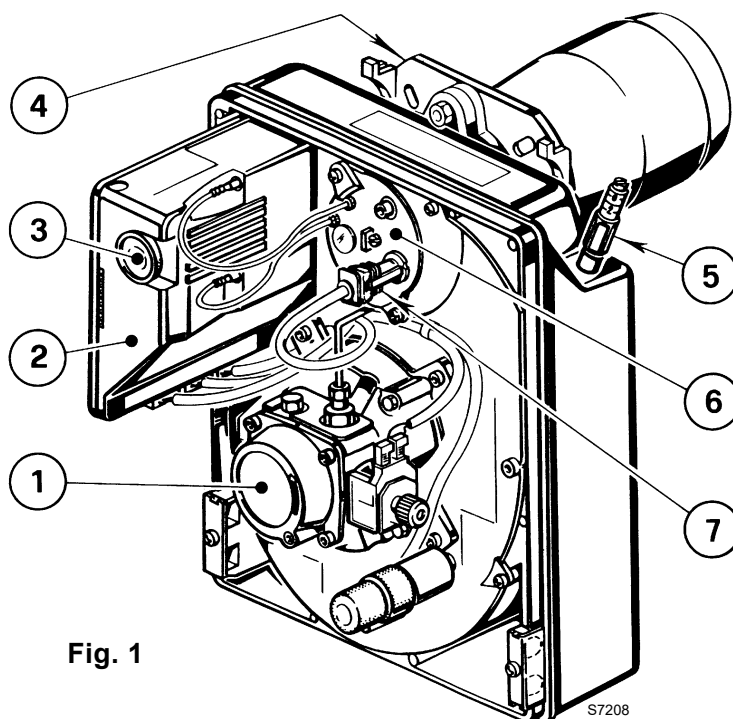

Fig. 1
- Die Reinigung des Flammenfühleres ausführen, (7, Abb. 1, Seite 1).
In den meisten Fällen führt eine Störung zum Aufleuchten der Kontrolleuchte in der Entstörtaste des Steuergeräts (3, Abb. 1, Seite 1).